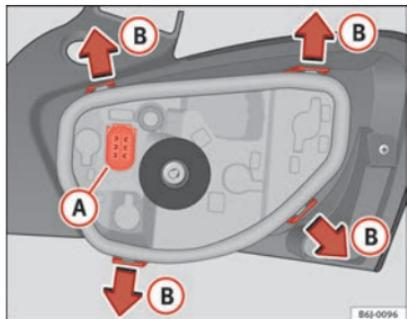

Fig. 177 Substituição das lâmpadas luzes traseiras
- Retire o porta-lâmpadas, separando-o da carcaça. Para tal, pressione as patilhas (B) no sentido das setas ⇒ Fig. 177.